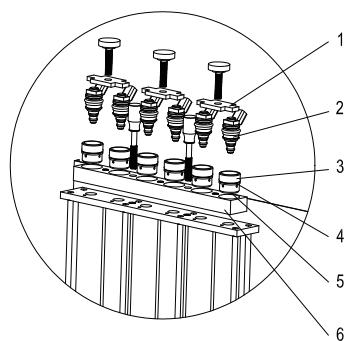

Рис. 06
- Выберите подходящие соединители для форсунок бокового питания (3) и соответствующие уплотнительные кольца и установите их вместе. (Не забудьте нанести немного смазки).
- Установите поперечную пластину (1) и затяните ее болтами.
- Установите топливный распределитель и форсунки на опору топливного распределителя и затяните их двумя винтами с рифлением (черными). См. рис. 06.